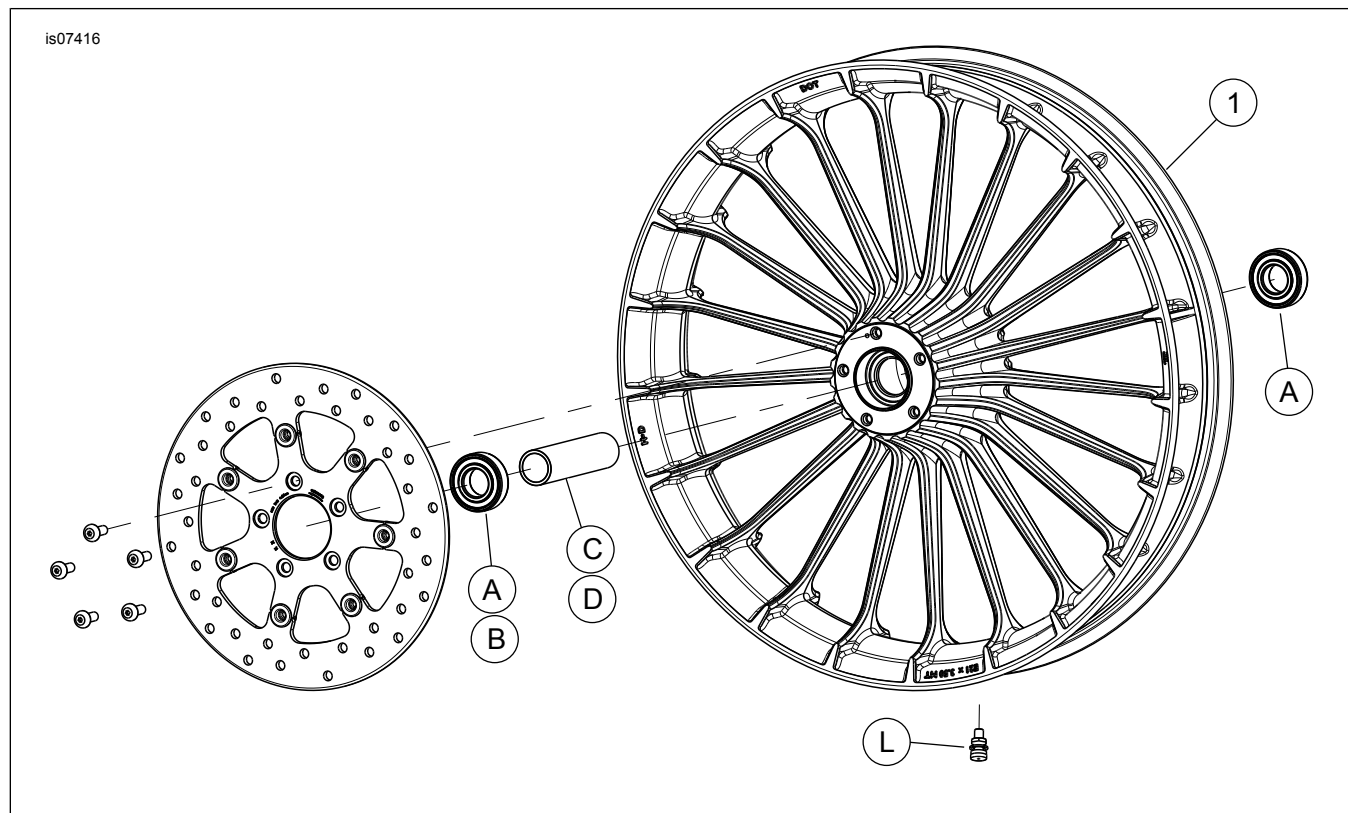

Рисунок 2. Запасные части: Переднее колесо Turbine
Данный комплект включает в себя только кастомное колесо. См. Рисунок 2 и Таблица 2.
2. См. Рисунок 2 . Установите шток клапана в сборе (L) на колесо. См. руководство по техническому обслуживанию.